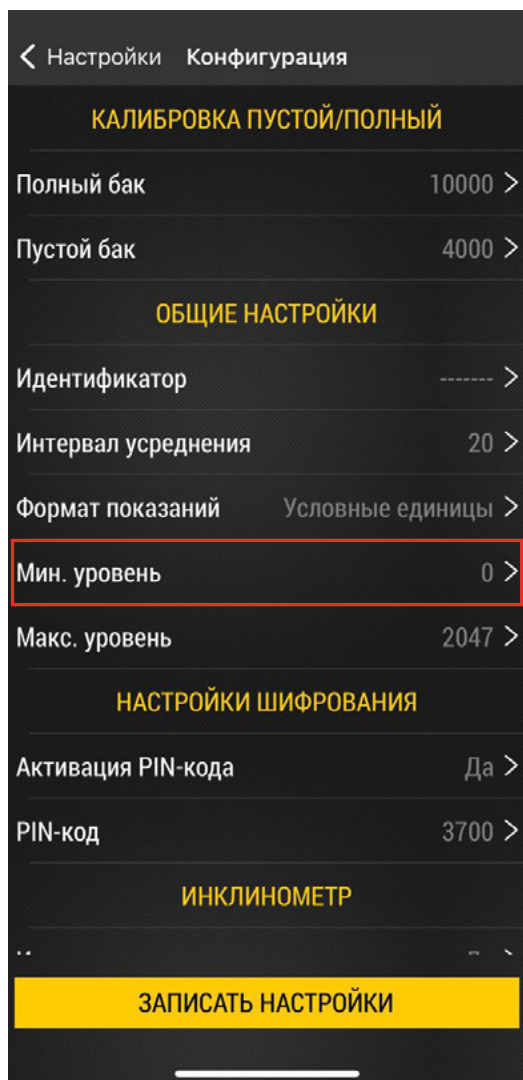

Рис.23. Меню «Конфигурация».
- В меню «Конфигурация» выберите «Мин. уровень» (**Рис.23**). Откроется меню ввода минимального уровня выходных значений уровня.